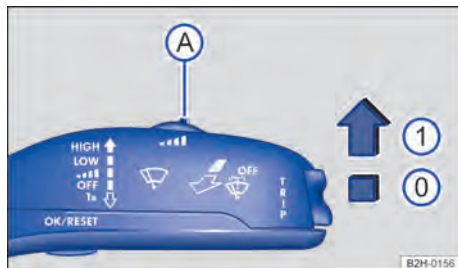

Fig. 76 Alavanca dos limpadores do para-brisa: regular a sensibilidade do sensor de chuva (A).
O sensor de chuva ativado controla automaticamente os intervalos dos limpadores do para-brisa de acordo com a intensidade da precipitação e da sensibilidade ajustada \Rightarrow . A sensibilidade do sensor de chuva pode ser regulada manualmente com o interruptor \Rightarrow Fig. 76 (A). Limpeza manual \Rightarrow Página 111.
Pressionar a alavanca para a posição desejada \Rightarrow Fig. 76: